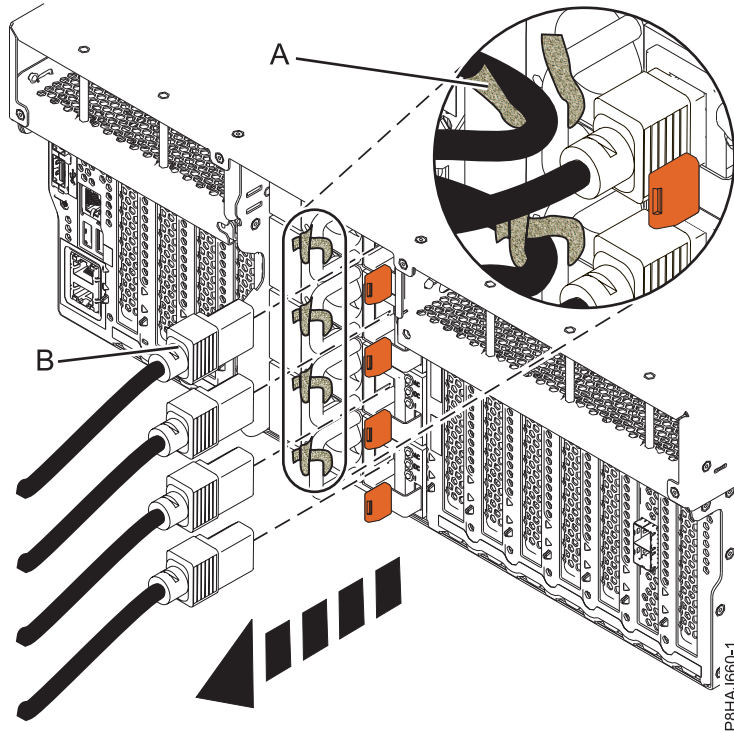
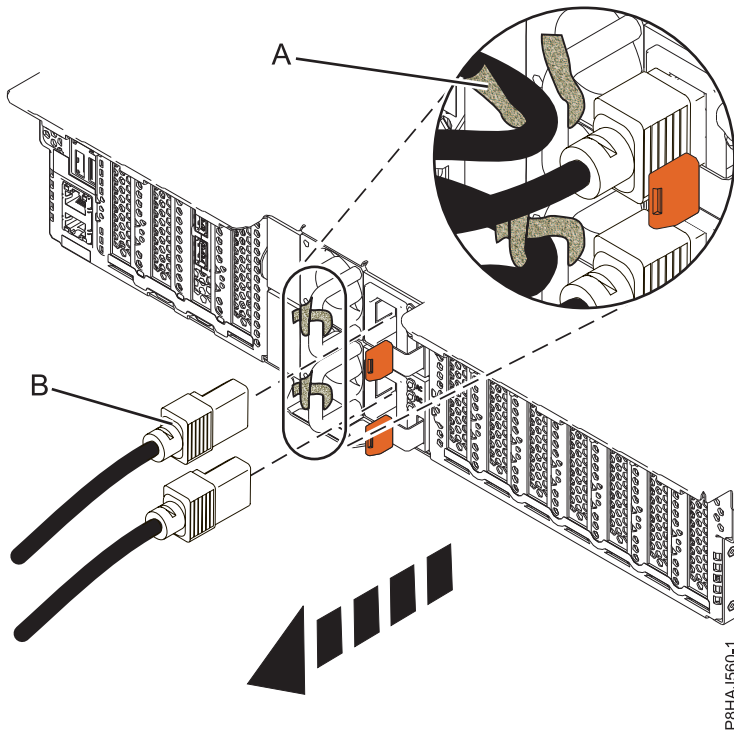
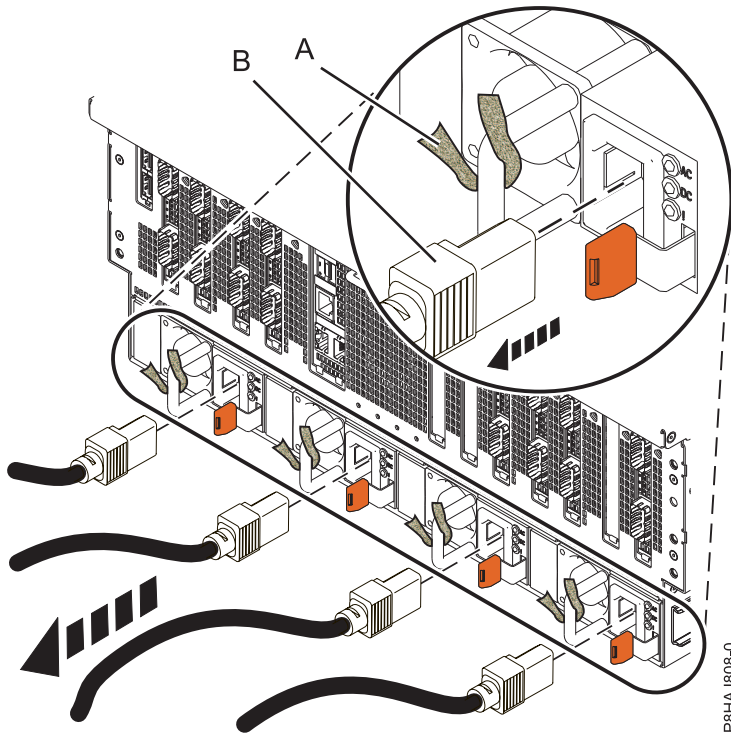

Figura 43. Extracción de los cables de alimentación de un sistema 8247-42L, 8286-41A o 8286-42A
Figura 44. Extracción de los cables de alimentación de un sistema 5148-21L, 5148-22L, 8247-21L, 8247-22L, 8284-21A o 8284-22A
Figura 45. Extracción de los cables de alimentación de un sistema 8408-44E o 8408-E8E
3. Desconecte los cables de alimentación **(B)** de la unidad del sistema. Consulte la Figura 43 en la página 57, la Figura 44 en la página 57 o la Figura 45 en la página 58, dependiendo del tipo de sistema.